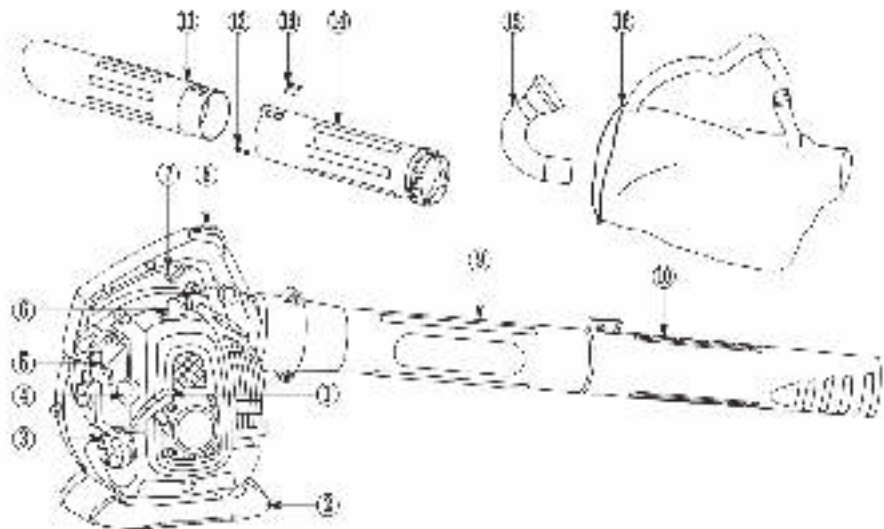

Рис. 1
УСТРОЙСТВО БЕНЗИНОВОГО ВОЗДУХОДУВА-ПЫЛЕСОСА (Рис. 1)
ШАГ 3. Нажмите 5-7 раз на кнопку праймера (4)(Рис. 1) для заполнения карбюратора топливной смесью. Положите воздуходув на устойчивую поверхность на безопасном расстоянии от окружающих предметов и людей.
ШАГ 4. Придерживая воздуходув рукой, потяните за ручку стартера до его «зацепления». Продолжайте тянуть за ручку стартера (1)(Рис. 1) на длину 30-50 см несколько раз, до характерных «вспышек» двигателя.